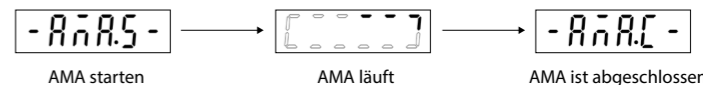

Abbildung 7: AMA-Statusanzeigen
- Stellen Sie [1] Komplette AMA aktivieren oder [2] Reduzierte AMA aktivieren für Parameter P4.2.1.3 AMA-Modus ein. Im Hauptdisplay wird AMA starten angezeigt, siehe *Abbildung 7*.